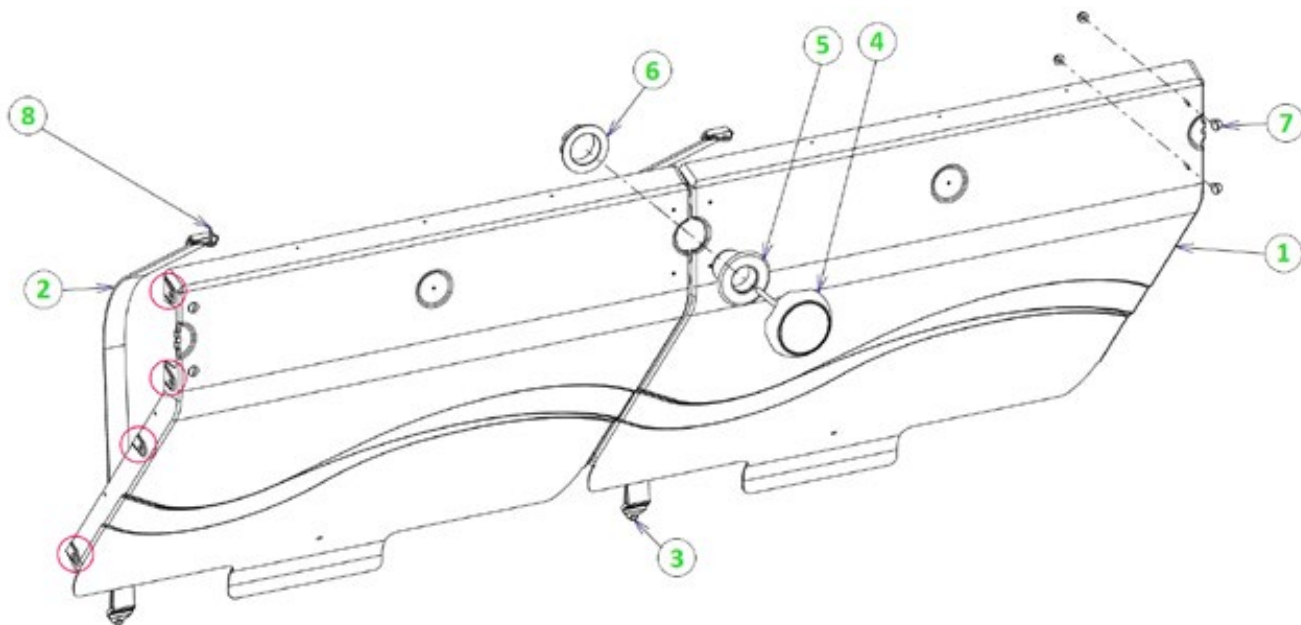

Abbildung 43 – Montage der Trennwand und des Projektors
Die Montageschritte der Trennwand und des Projektors werden in **Abbildung 43** gezeigt. Die für die Montage benötigten Schrauben befinden sich im Pack Y.
Befestigen Sie schließlich die Trennwand auf den Winkeln (Teil 12 in *Abbildung 43*) mit vier Senkkopfschrauben (7) 8 × 16, vier Unterlegscheiben und vier Muttern von 8 mm Durchmesser aus A4 Edelstahl.